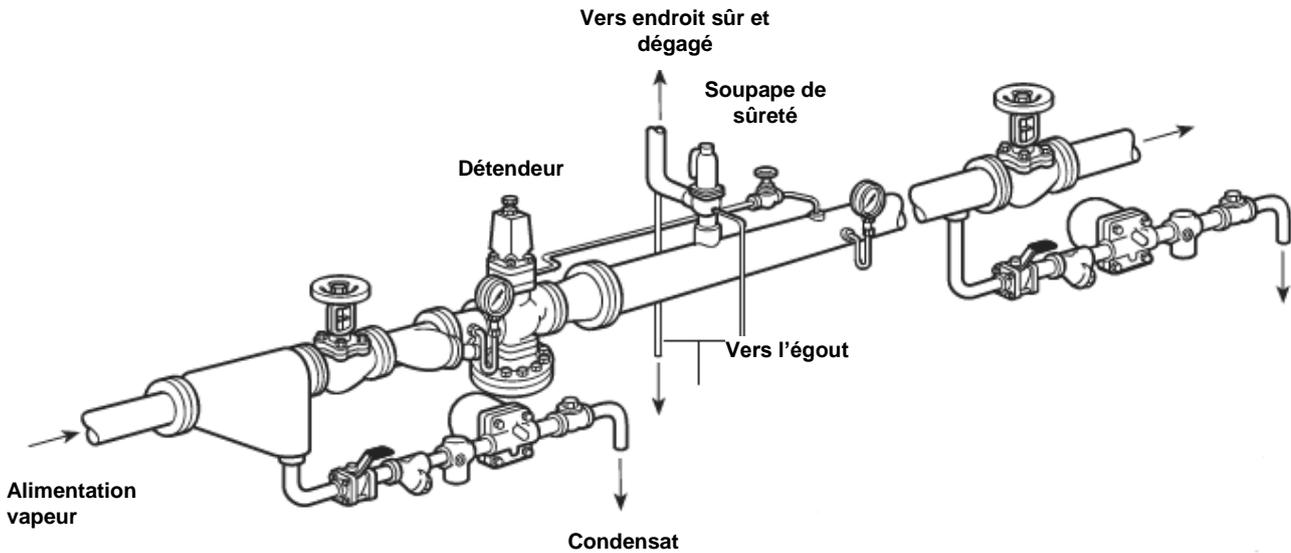

Fig.1 Montage correct d'une soupape de sûreté, à l'aval d'un poste de détente.
1. Assurez-vous que l'installation soit correctement conçue (Fig.1).